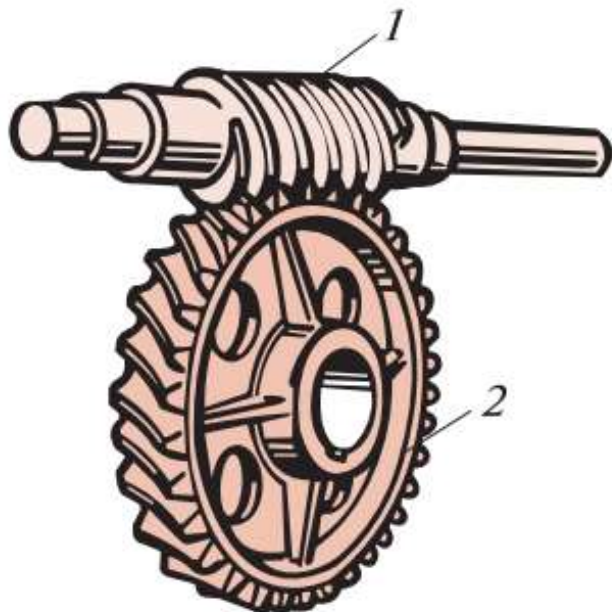

Рис. 34.1
*Червячной передачей* называется механизм, служащий для преобразования вращательного движения между валами со скрещивающимися осями. Обычно червячная передача (рис. 34.1) состоит из *червяка* 1 и сопряженного с ним *червячного колеса* 2. Угол скрещивания осей обычно равен  $90^\circ$ ; неортогональные передачи встречаются редко. Червячные передачи относятся к передачам зацеплением, в которых движение осуществляется по принципу винтовой пары.